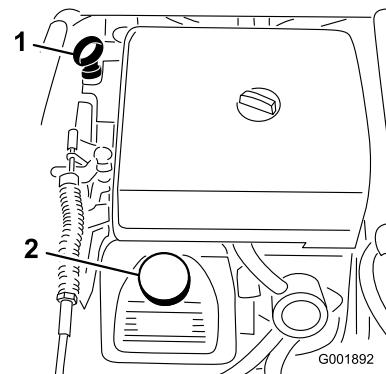

Bild 50
2. Nehmen Sie den Peilstab heraus und wischen Sie ihn mit einem sauberen Lappen ab (Bild 50). Stecken Sie den Peilstab in das Rohr und stellen Sie sicher, dass er vollständig eingeführt ist. Nehmen Sie den Peilstab heraus und prüfen Sie den Ölstand.
3. Wenn der Ölstand niedrig ist, nehmen Sie den Deckel des Einfüllstutzens von der Ventilabdeckung ab (Bild 50) und füllen Sie Öl auf, bis der Ölstand die Vollmarke am Peilstab erreicht. Gießen Sie Öl langsam ein und prüfen Sie den Ölstand häufig während des Füllens. Nicht überfüllen.
- Gießen Sie ungefähr 80 % der angegebenen Ölmenge langsam in den Öleinfüllstutzen (Bild 50).